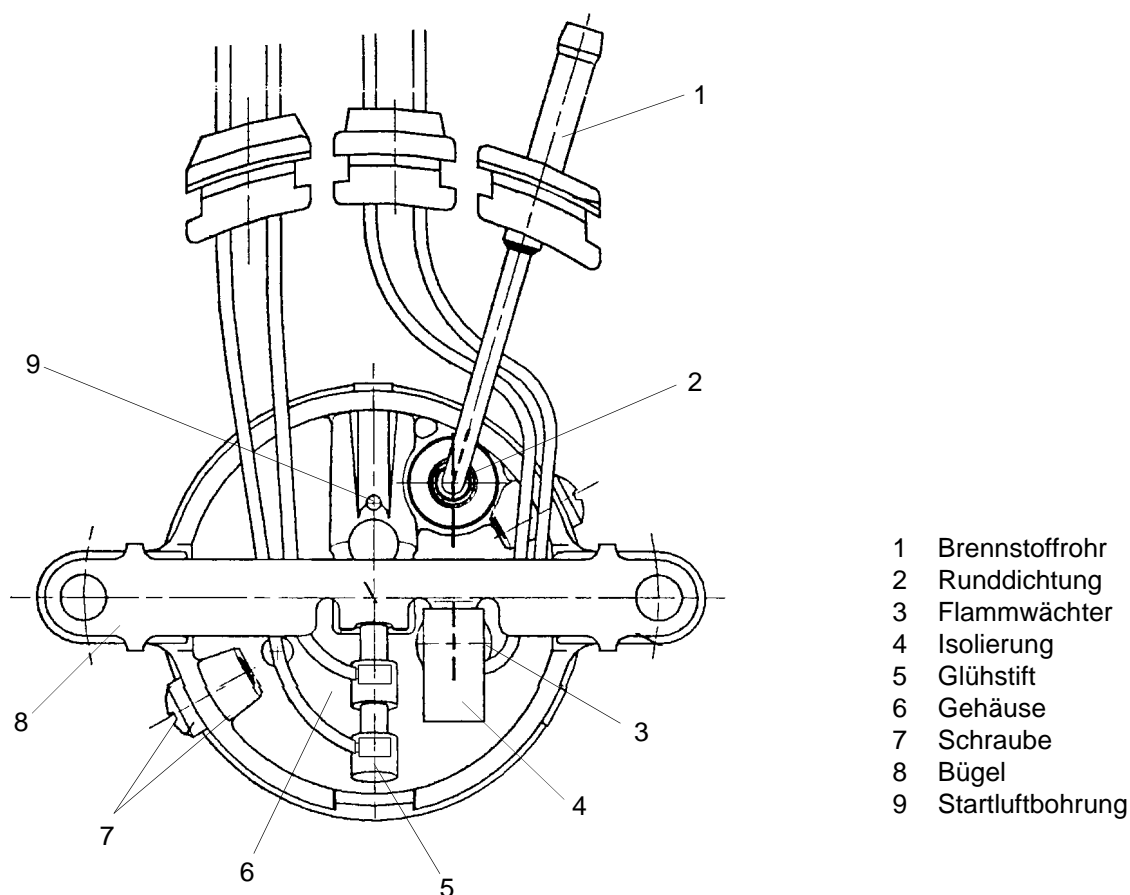

Abb. 503 Sichtkontrolle, Brennerrückwand
- Die Startluftbohrung (Abb. 503) muss frei sein, ansonsten erfolgt kein Start.
- Die Kabel von Glühstift und Flammwächter müssen wie in der Abb. 503 gezeigt, verlegt sein.
- Der Runddichtring (Abb. 503) muss das Brennstoffrohr gleichmäßig umschließen und dicht sein.
- Die Isolierung (Abb. 503) muss vorhanden sein.